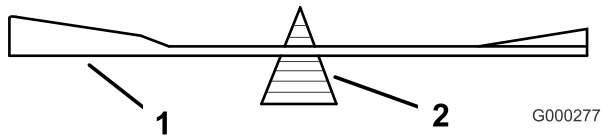

Bild 57
2. Überprüfen Sie die Auswuchtung des Schnittmessers auf einer Ausgleichsmaschine (Bild 57). Wenn das Schnittmesser in seiner horizontalen Position bleibt, ist es ausgewuchtet und kann wieder verwendet werden. Feilen Sie, wenn das Schnittmesser nicht ausgewuchtet ist, vom Flügelbereich des Messers etwas Metall ab (Bild 57). Wiederholen Sie diesen Vorgang, bis das Messer ausgewuchtet ist.